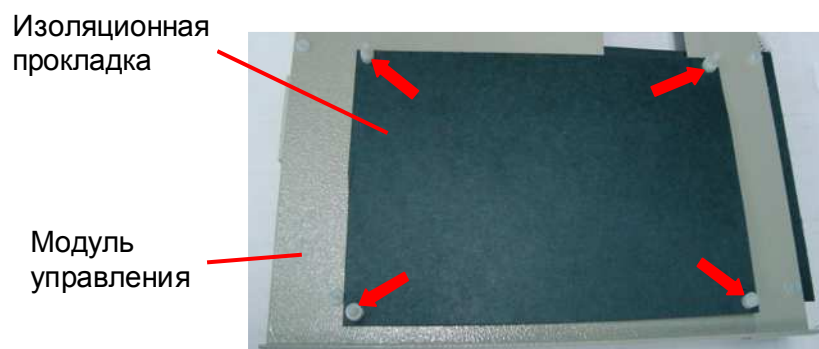

Рис. 7.9. Место установки платы адаптера.
7.6.1. Установить изоляционную прокладку на пластмассовые винты, закрепленные в модуле управления (рис. 7.9).
7.6.2. Надеть на винты пластмассовые втулки (рис. 7.9, красные стрелки).